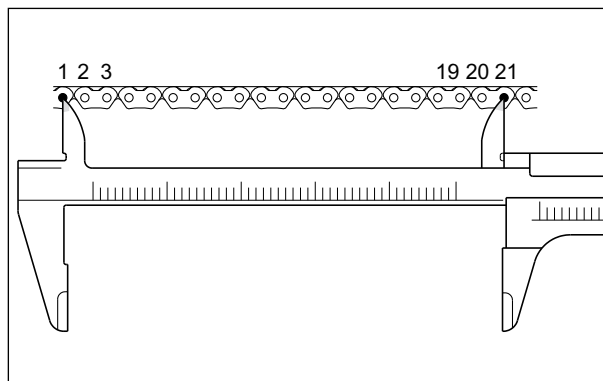

Fig. 3.74
- Conte 21 pinos na corrente de distribuição e meça a distância entre os 20 passos. (Fig. 3.74) Se a distância medida exceder o limite de uso, substitua a corrente de distribuição por uma nova.